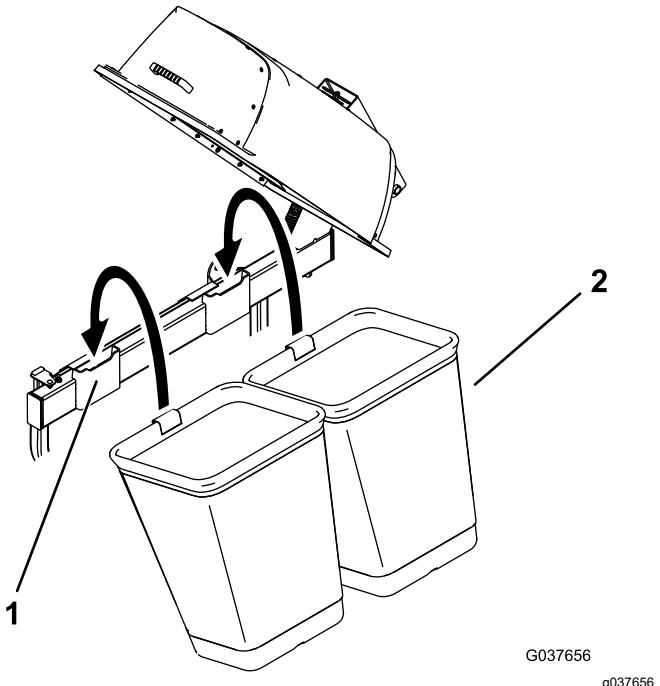

Figura 20
4. Montate i cesti sui relativi supporti (Figura 20).